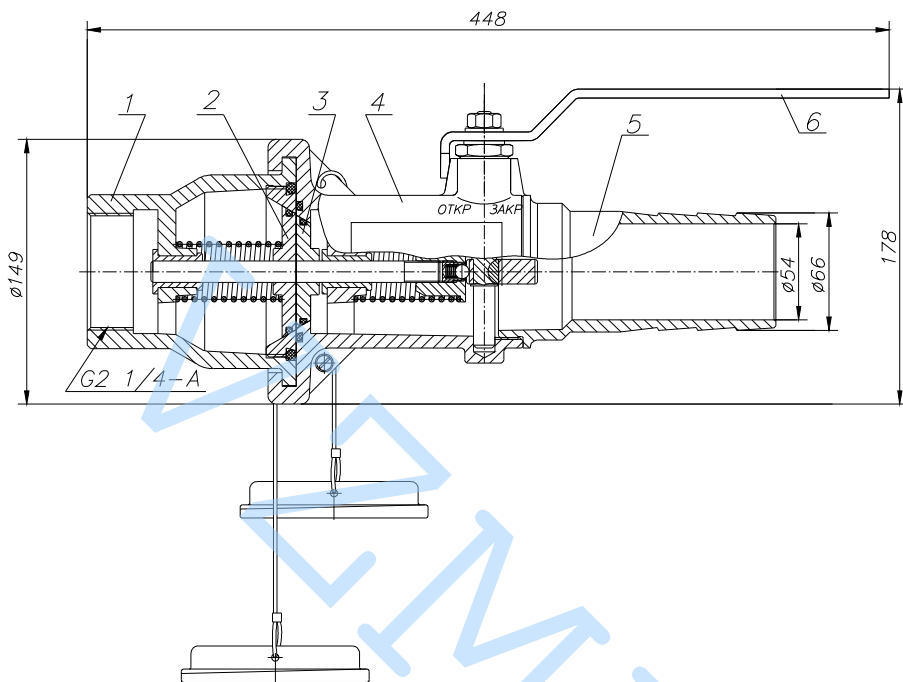

Рисунок 1 – Общий вид узла сухого разъема
2.1 Основные параметры и размеры узла сухого разъема УСР-50 (см. рисунок 1) должны соответствовать значениям, указанным в таблице 1:
3.1 Конструктивно узел сухого разъема состоит из двух отдельных полукорпусов – полукорпуса «А» поз.1 и полукорпуса «Б» поз.4 (рисунок 1), стыкуемых во время операции слива-налива.